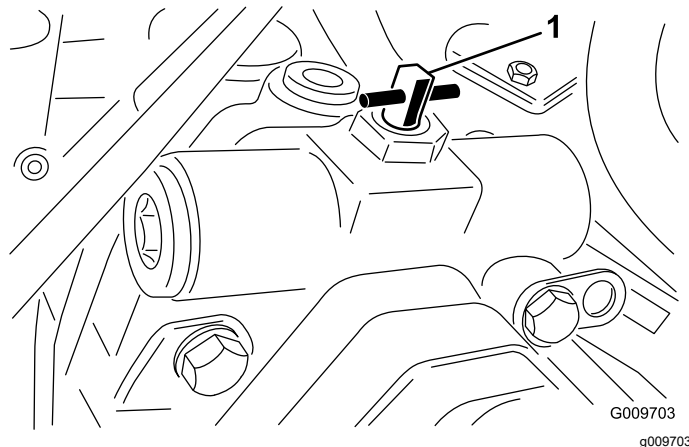

Figure 61
2. Tournez la vanne de dérivation à 90° (1/4 de tour) dans un sens ou dans l'autre pour l'ouvrir et dériver l'huile à l'intérieur de la transmission (Figure 61). Il sera alors possible de déplacer la machine lentement sans endommager la transmission. Notez la position de la vanne quand vous l'ouvrez ou la fermez.